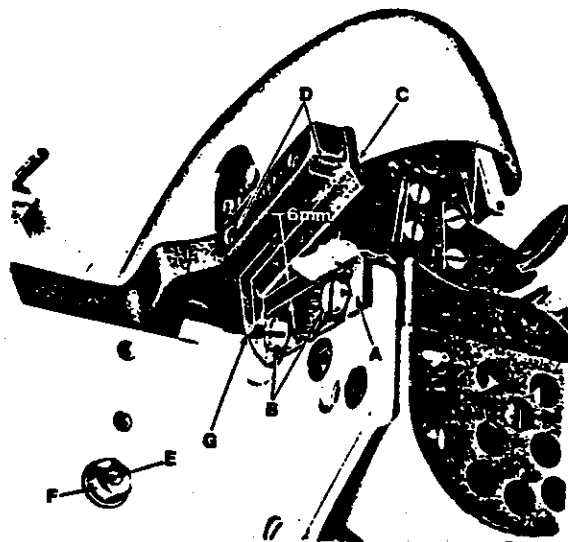

Fig. 3
To change lower knife (A, Fig. 3) loosen screws (B, Fig. 3) and remove knife. Slip-on replacement knife as far as it will go and retighten screws (B).
To change upper knife (C, Fig. 3) unscrew screws (D, Fig. 3), replace knife and fasten screws (D).
NOTE: The opening between upper and lower knife should be set to approx. 6 millimeters as shown in Fig. 3. This can be accomplished by loosening nut (F, Fig. 3) and setting stop screw (E, Fig. 3) inside the solenoid housing accordingly. Make sure that the pilot (G) of the upper knife overlaps the lower knife sufficiently. Relock stop screw (E) with nut (F).
Zum Wechseln des Untermessers (A, Fig. 3) lösen Sie die Schrauben (B, Fig. 3) und entfernen das Messer. Schieben Sie das Ersatzmesser bis zum Anschlag auf und ziehen Sie die Schrauben (B) wieder an.
Zum Wechseln des Obermessers (C, Fig. 3) drehen Sie die Schrauben (D, Fig. 3) heraus, ersetzen das Messer und befestigen es mit den Schrauben (D).
BEACHTEN SIE: Die Öffnung zwischen Ober- und Untermesser soll auf etwa 6 mm eingestellt werden, wie in Fig. 3 gezeigt. Dazu löst man die Mutter (F, Fig. 3) und stellt die Anschlagschraube (E, Fig. 3) im Magnetgehäuse entsprechend ein. Der Führungzapfen (G) des Obermessers muß dabei das Untermesser noch genügend überlappen. Sichern Sie die Anschlagschraube (E) mit der Mutter (F).